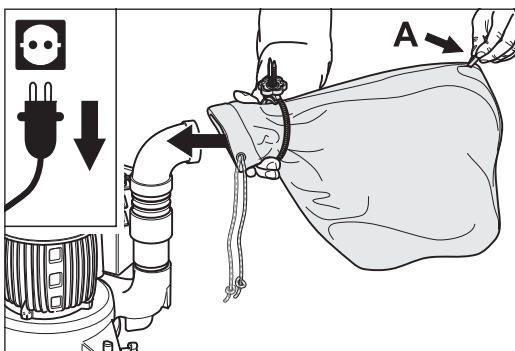

Abb. 5 Den Staubsaugsack über den Absaugstutzen der Maschine stülpen. Die Lasche A muss dabei oben sein.
- 3 Stülpen Sie die Öffnung des Staubsaugsacks über den Absaugstutzen der Maschine. Achten Sie darauf, dass die Lasche am Staubsaugsack oben ist (Abb. 5).